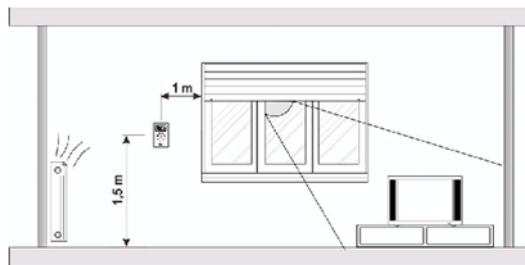

Fig. 1 Ubicación de los termostatos
C. Ubicación de los termostatos (fig. 1)